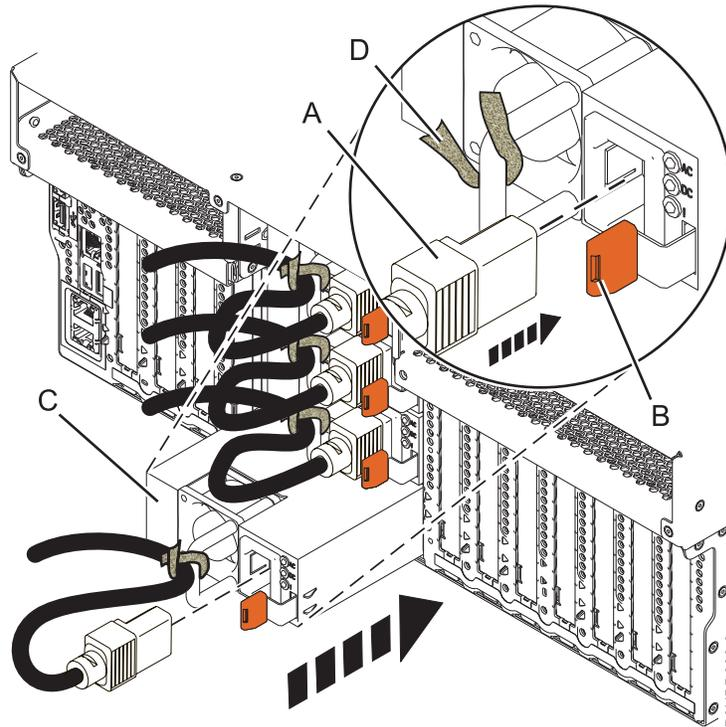
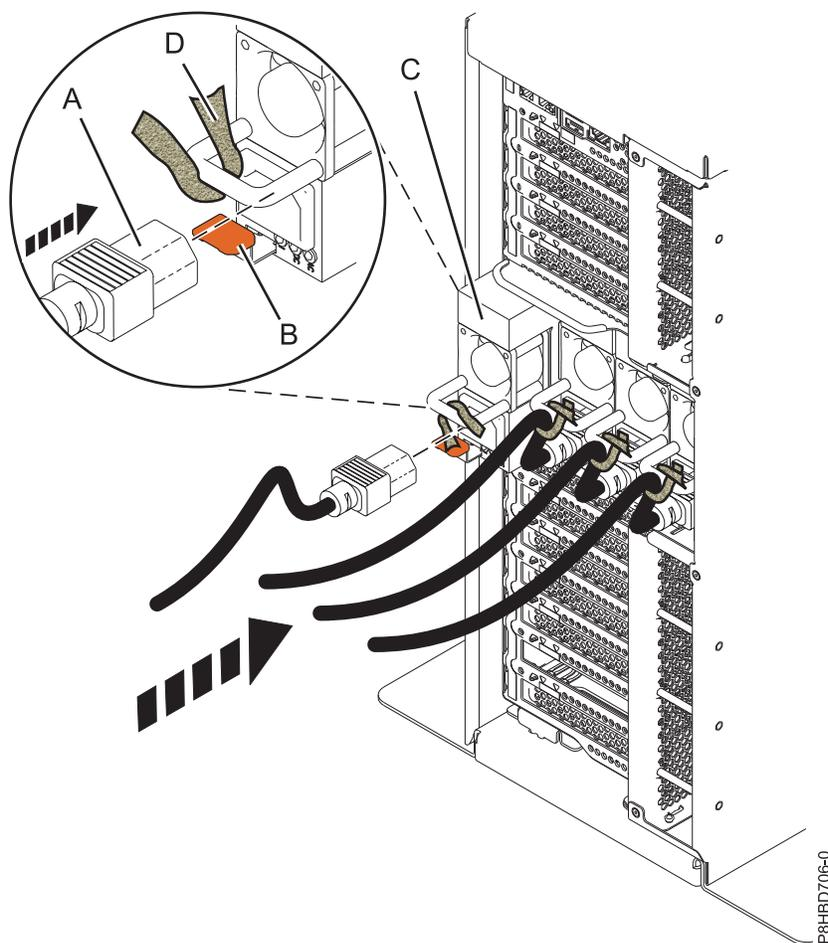

Figure 21. Remise en place d'un bloc d'alimentation dans un système monté en armoire
Figure 22. Remise en place d'un bloc d'alimentation dans un système autonome
3. Alignez le bloc d'alimentation (C) avec la baie et faites-le glisser dans le système jusqu'à ce que le taquet terracotta (B) s'enclenche à sa place, comme illustré à la figure 21 pour un système monté en armoire et dans la figure 22, à la page 25 pour un système autonome.
4. Connectez le cordon d'alimentation (A) au bloc d'alimentation (C), comme illustré à la figure 21, à la page 24 pour un système monté en armoire et dans la figure 22 pour un système autonome.
5. Utilisez l'attache velcro (D) pour fixer le cordon d'alimentation sur la poignée du bloc d'alimentation, comme illustré à la figure 21, à la page 24 pour un système monté en armoire et dans la figure 22 pour un système autonome.